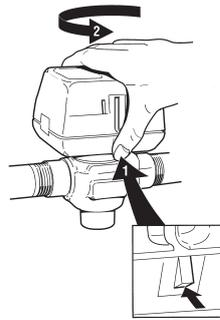

Abb. 6 Rastmechanismus
3. Der Antriebskopf rastet automatisch am Ventil ein (siehe Abb. 6). Heben Sie den Rastmechanismus unter der roten Handbetätigung an. Drücken Sie den Antriebskopf mit der Hand zum Ventil und drehen Sie ihn gleichzeitig um ca. 45 Grad gegen den Uhrzeigersinn. Heben Sie den Antriebskopf vom Ventil ab.